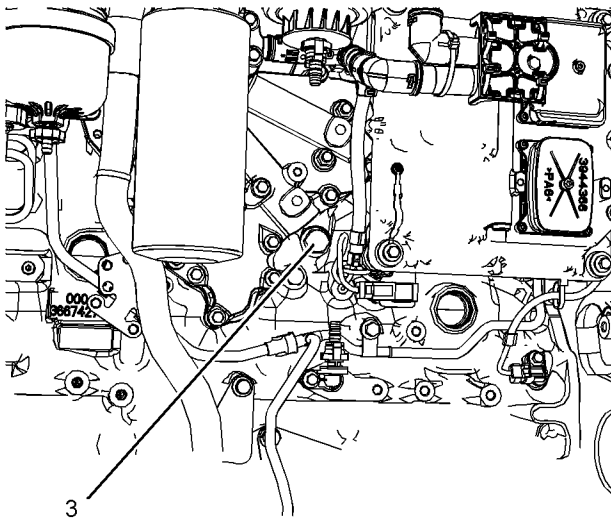

Abbildung 71
Das Zylinderkühlmittel kann aus dem Stopfen unter dem Ölkühler abgelassen werden. Siehe Abbildung 71. Wenn der alternative Ablasstopfen (3) entfernt wird, muss der O-Ring ersetzt werden. Den Ablasstopfen mit einem Anziehdrehmoment von 35 N·m (25 lb ft) festziehen.